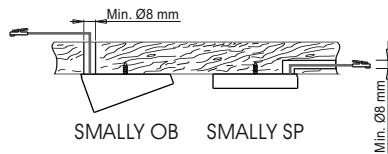

Fig 7
- If necessary, bore a $\varnothing \geq 8$ mm exit hole for the power supply cable as illustrated in figure 7.
- Si besoin, pratiquer pour la sortie du câble d'alimentation un trou de $\varnothing \geq 8$ mm, comme indiqué sur la figure 7.